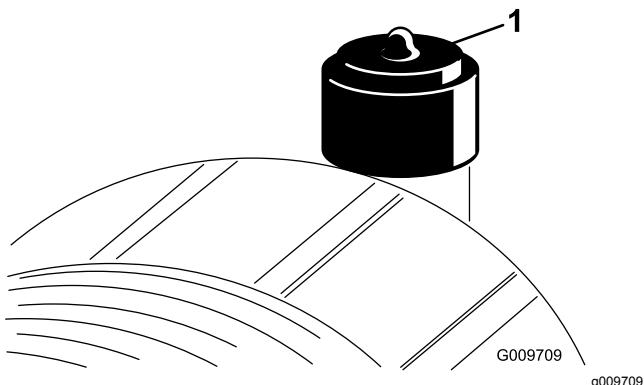

図 52
エアクリーナのフィルタの整備は、インジケータ図 52が赤色になってから行ってください。早めに整備を行っても意味はありません。むしろフィルタを外したときにエンジン内部に異物を入れてしまう危険が大きくなります。
2. インジケーター図 52が赤になっている場合はリセットする。